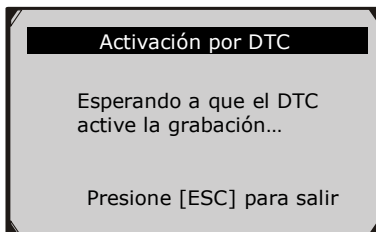

Figura 5.25
- Si se selecciona **Activación por DTC**, se muestra la siguiente pantalla: (Figura 5.25)